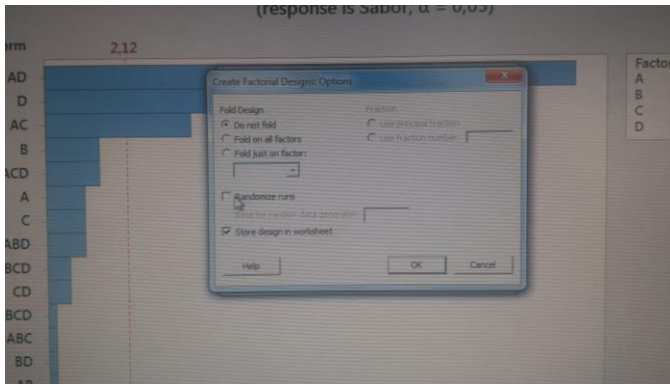

Figura 5 – Janela do Box “Options”.
- 5- Ao clicar “OK” volta para a janela “Create Factorial Design...”. Clicar agora no Box “Options”. Vai abrir a Janela do Box “Options” da Figura 5 abaixo. No nosso caso vamos desabilitar fazer ensaios ao acaso clicando para desflegar “Randomize runs”. <e clique “OK”>. IMPORTANTE: Estamos fazendo isso apenas para ser didático. No caso real, de uma análise de experimentos reais, ensaios ao acaso tem que estar selecionado, isto é, “Randomize runs” tem que estar flegado.